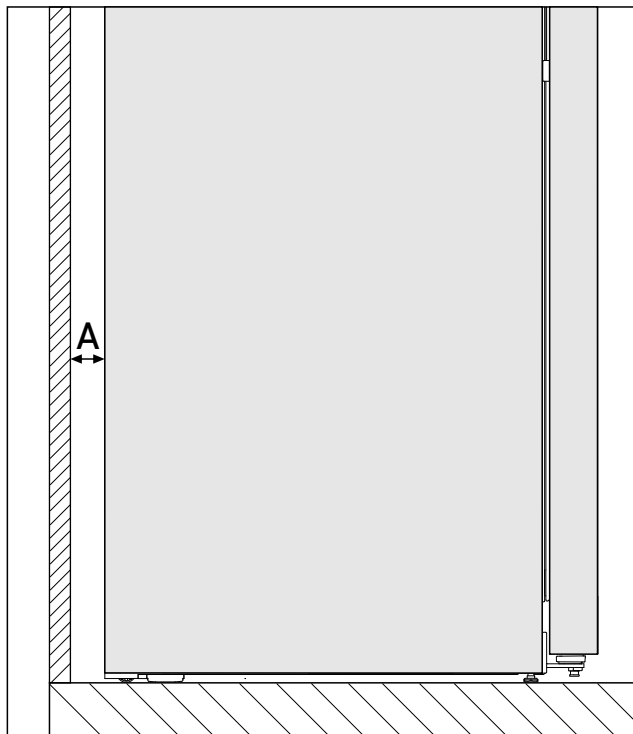

Fig. 3 *
已在冰箱背面与墙壁之间的离墙距离为 Fig. 3 (A) 时确定能量消耗。当离墙距离小于 Fig. 3 (A) 时，不会影响冰箱的功能，但在更小的离墙距离下，能量消耗会略微升高。*